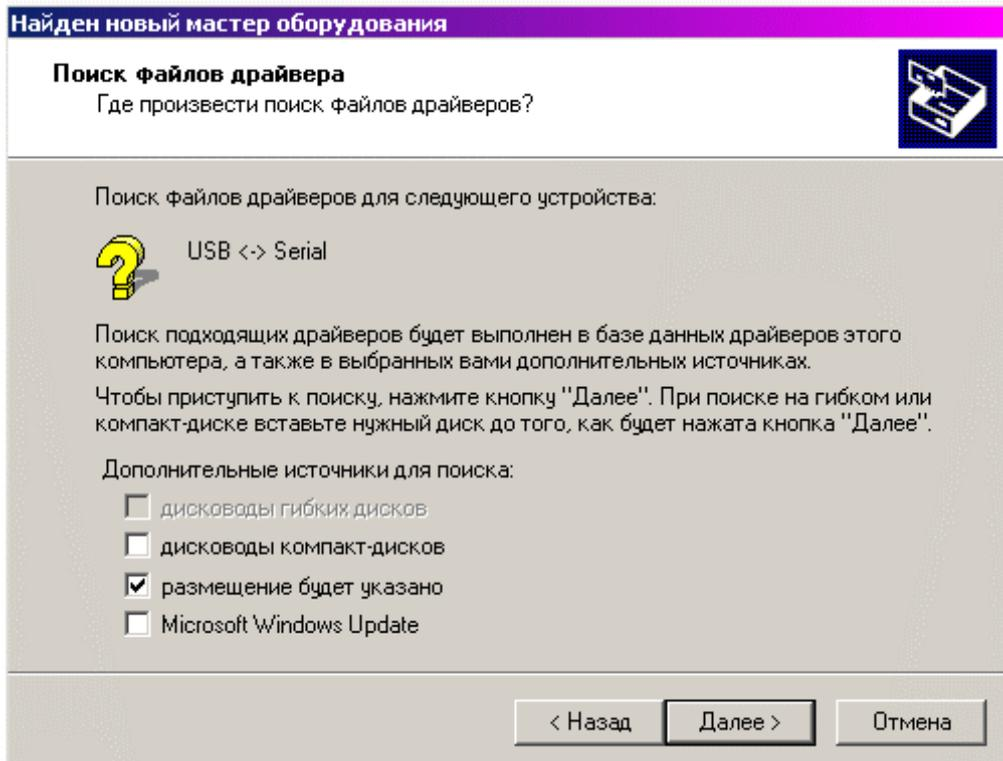

Рисунок 8 – Выбор места поиска драйвера
2) В окне «Поиск файлов драйвера» поставьте флаг в строке «Размещение будет указано» (см. рисунок 8).